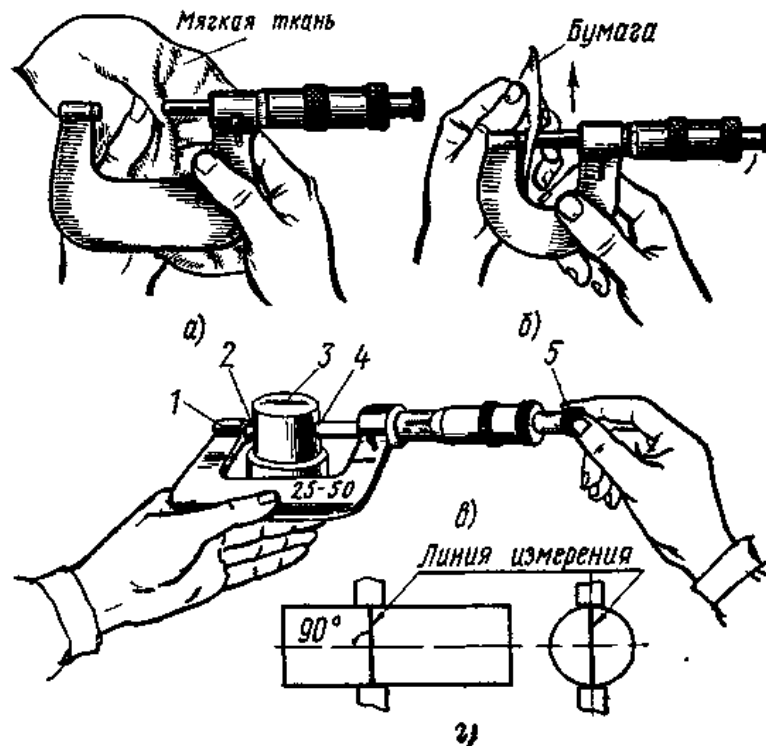

Рис. 14. Измерения микрометром МК:
- протереть измерительные поверхности мягкой тканью или бумагой (рис. 14, а – б);
- взять микрометр (рис. 14, в) левой рукой за скобу 1 (посередине), а измеряемую деталь 3 поместить между пяткой 2 и торцом микрометрического винта 4;
- при измерении детали линия измерения должна быть перпендикулярна образующей и проходить через центр (рис. 14, г).